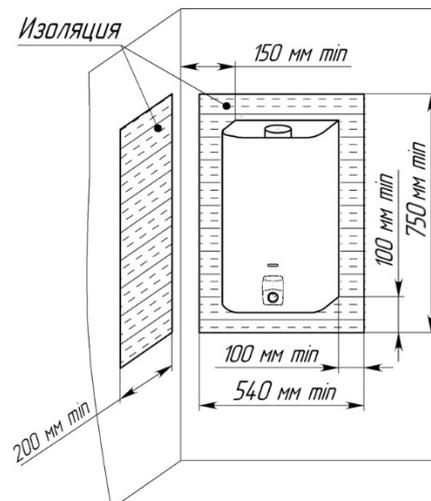

Рисунок 4. Установка аппарата на трудносгораемых стенах
- 7.1.6. Допускается установка аппарата на трудносгораемых стенах при условии изоляции стены оцинкованным листом толщиной $0,8\text{...}1\text{ мм}$ по листу базальтового теплоизоляционного картона БТК толщиной $3\text{...}5\text{ мм}$. Изоляция стены должна выступать за габариты корпуса аппарата не менее чем на 100 мм с каждой стороны (рис. 4).